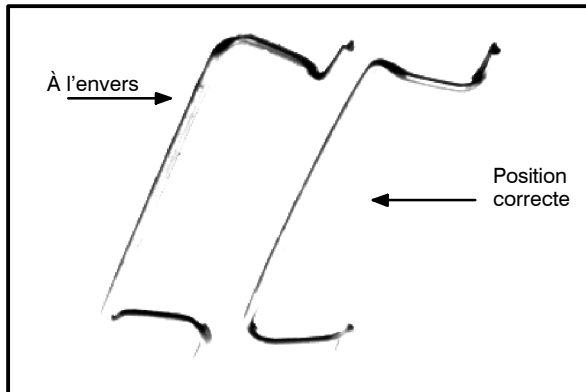
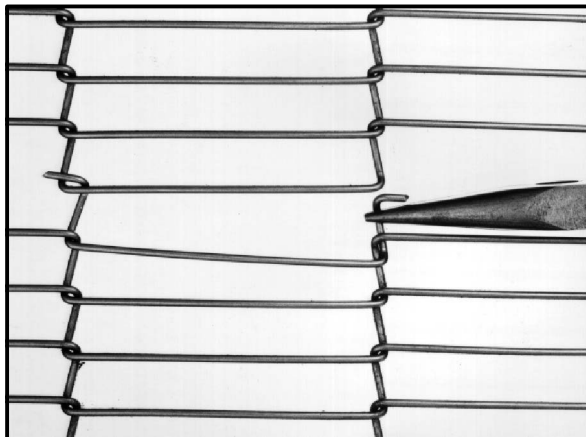

Figure 11
Figure 12
4. Installez les liaisons principales internes. Reportez-vous aux Figure 11 et Figure 12.